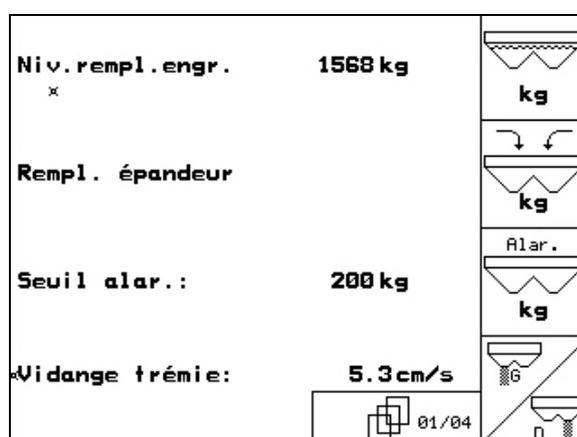

Fig. 50
- Dans le menu Données machine, page une  (Fig. 50).
Validez la quantité d'engrais ajoutée (Fig. 50).